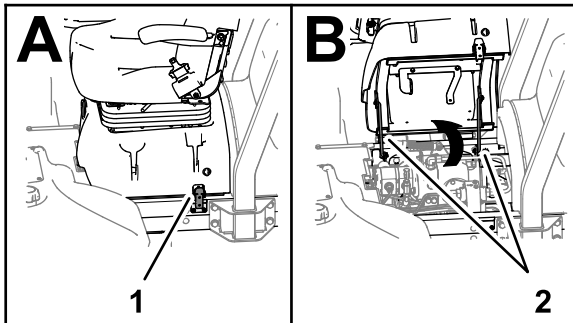

Рисунок 4
Перед началом работы с режущими блоками следует обязательно разъединить разъемы отключения питания (**Рисунок 4**).
1. Разблокируйте основание сиденья, наклоните сиденье и основание, чтобы открыть их, и закрепите их опорными стойками (**Рисунок 4**).